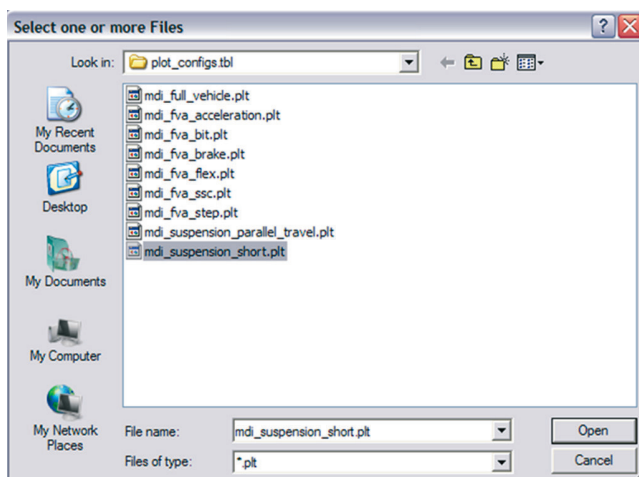

Figura 4.148 – Definindo o arquivo de configuração dos gráficos.
- Na biblioteca do ADAMS/Car já existem diversas opções disponíveis de configurações de gráficos. Nesse caso, como estamos interessados nos resultados do *Assembly* suspensão/sistema de direção, ou seja, de uma suspensão com esterçamento, selecione a opção *mdi\_suspension\_short.plt* (Figura 4.148).